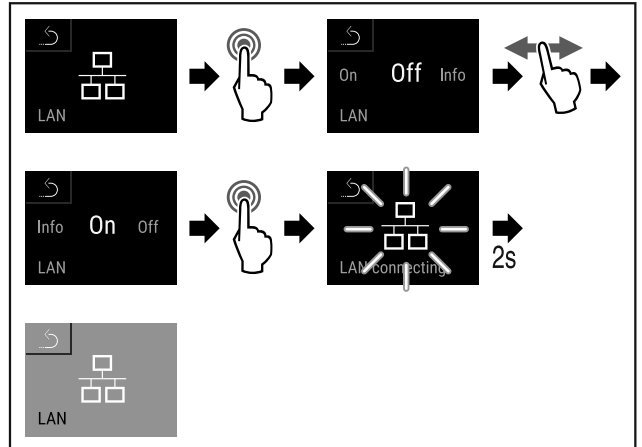

Fig. 126
► Eseguire i passaggi (vedere Fig. 126) .